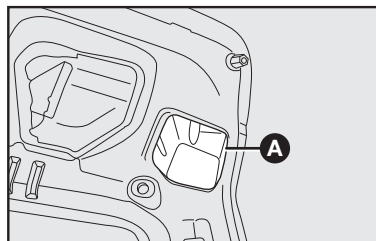

fig. 46
1) Utilizando uma chave philips, retirar a tampa **A-fig. 46** na parte interna da tampa do porta-malas.